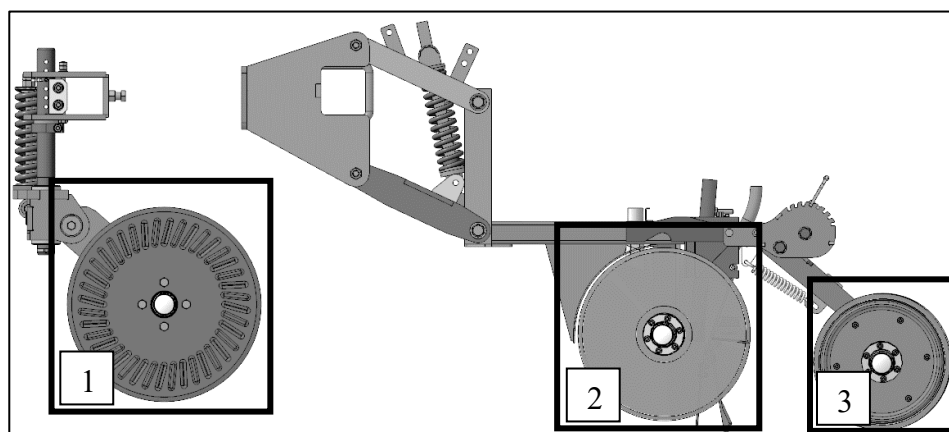

Рисунок 60 – Состав сошника в сборе:
Режущий диск (турбонож) (рисунок 60 (1)) производит нулевую обработку почвы. Он установлен жёстко по отношению к раме на отдельной стойке непосредственно перед каждым сошником. Диск прорезает пожнивные остатки и слой почвы, образуя в земле борозду для сошника. Глубина прорезания диском почвы регулируется путём перемещения стойки турбоножа по вертикали.
Сошники с параллельными тягами (рисунок 60 (2)) установлены на раме сеялки. Параллелограммный механизм позволяет легко копировать рельеф почвы каждым сошником, сохраняя при этом угол точки схождения дисков сошника относительно поверхности почвы. Двойные диски сошников расширяют борозду режущего диска, образуя посевную канавку. Каналы семяпроводов, установленные между дисками, подают посевной материал в посевное ложе, где при помощи пакователя семян обеспечивается плотный контакт посевного материала с почвой. Силу прижима, необходимую сошнику для расширения борозды, обеспечивает масса сеялки, которая воздействует на сошник через пружину механизма параллельных тяг.
Укрывающие колёса (рисунок 60 (3)) выполняют две важные функции. Во-первых, закрывают борозду, осыпая её края и уплотняют её. Во-вторых, укрывающие колёса управляют глубиной заделки посевного материала. Чем выше укрывающее колесо движется относительно двойных дисков, тем глубже будет посев. Глубина сева регулируется перемещением упоров на каждом сошнике. Рычаг укрывающего колеса имеет большой ход вниз, что позволяет, даже при наезде диска сошника на препятствие, осуществлять прикатывание за счёт пружины и собственного веса узла.